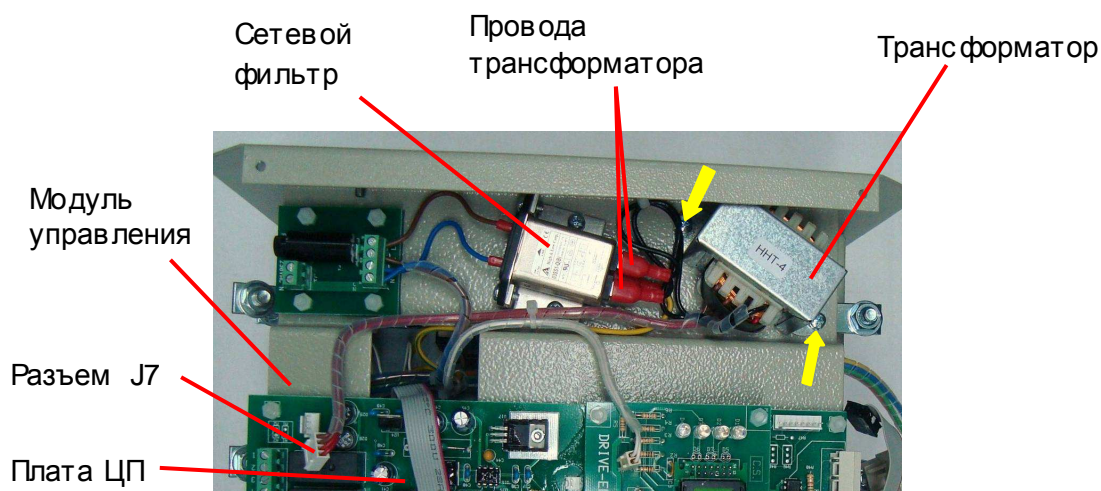

Рис. 7.8
7.2.1. Расположить трансформатор на модуле управления согласно рис. 7.8.
7.2.2. Вкрутить два винта крепления трансформатора (рис. 7.8, желтые стрелки).
7.2.3. Подсоединить провода трансформатора к сетевому фильтру и разъем J7 к плате ЦП (рис. 7.8).